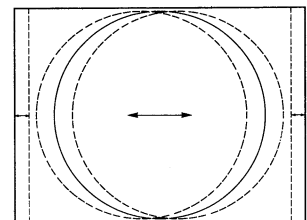

Bild 1
- Stellen Sie die horizontale Phase so ein, daß Sie eine Position finden, in der die horizontale Austastung nicht sichtbar ist (Bild 1).